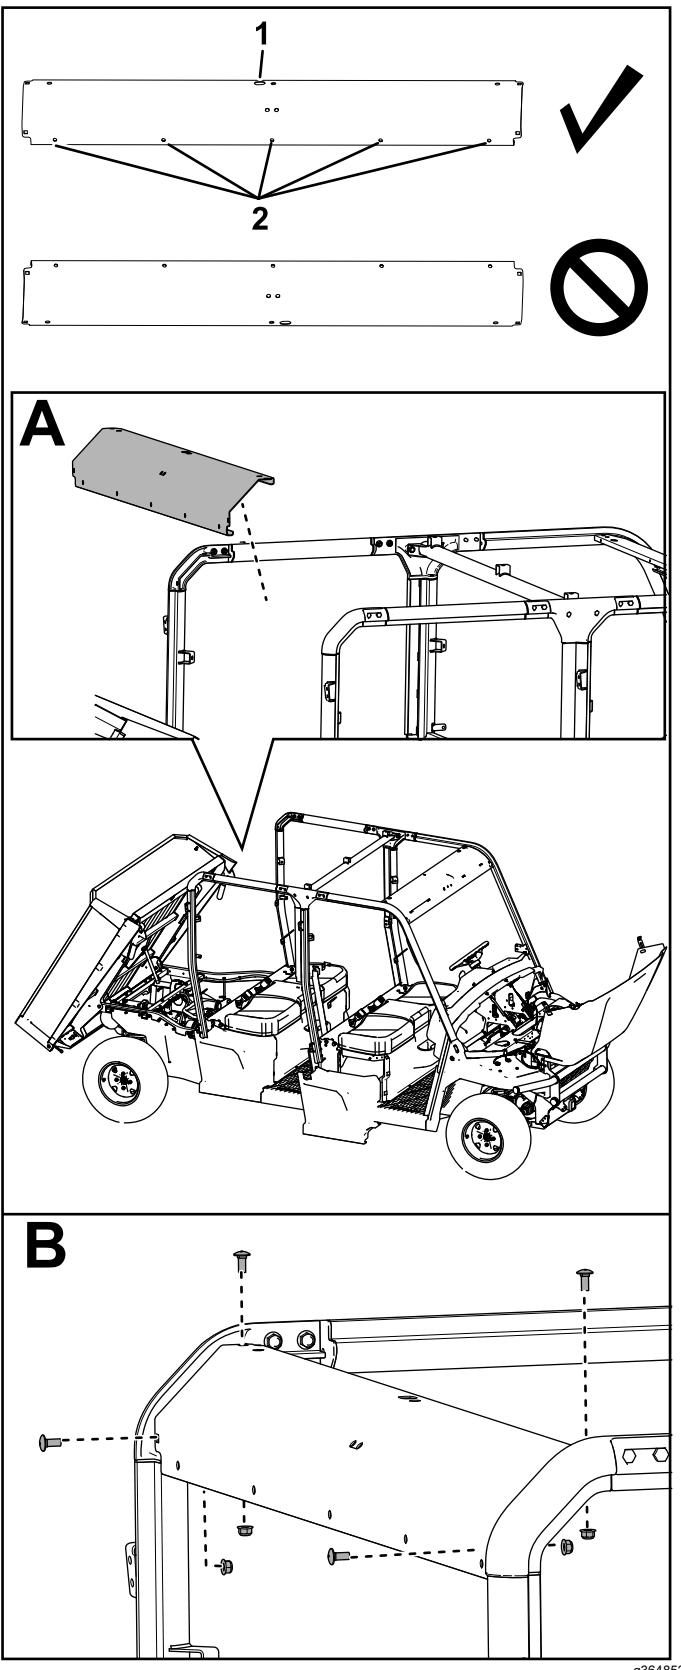

Figure 50
17. Fixez la barre transversale arrière aux barres arrière de l'arceau de sécurité à l'aide de 4 boulons de carrosserie (5/16 x $\frac{3}{4}$ po) et 4 contre-écrous (5/16 po), comme montré à la Figure 50.
Veillez à monter la barre transversale à la position indiquée à la Figure 50.